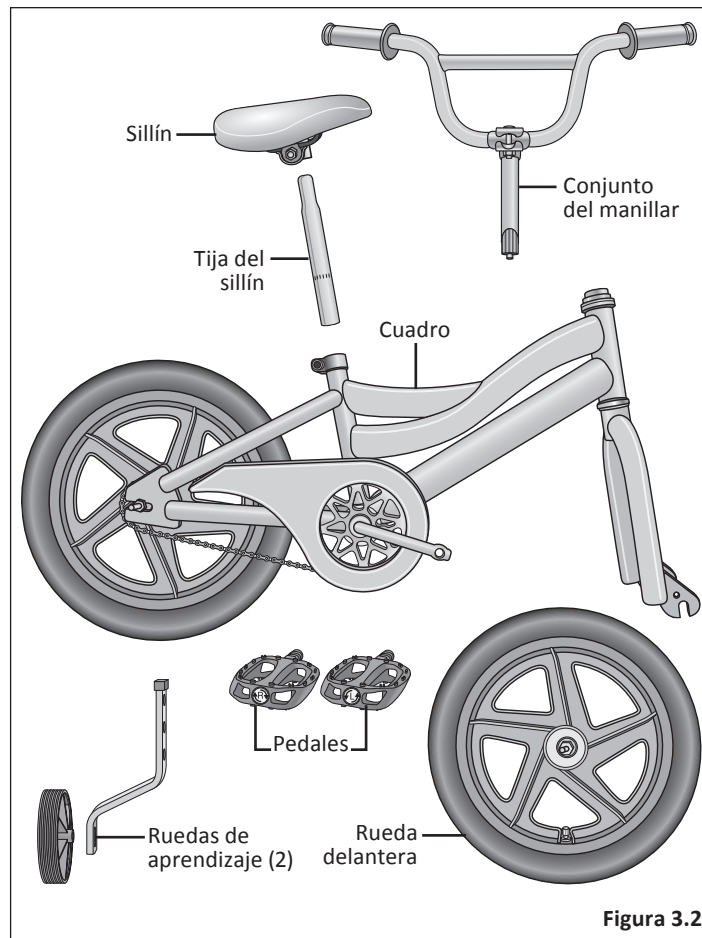

Figura 3.2
- 1 Abra la caja por arriba y saque la bicicleta. **Figura 3.2**